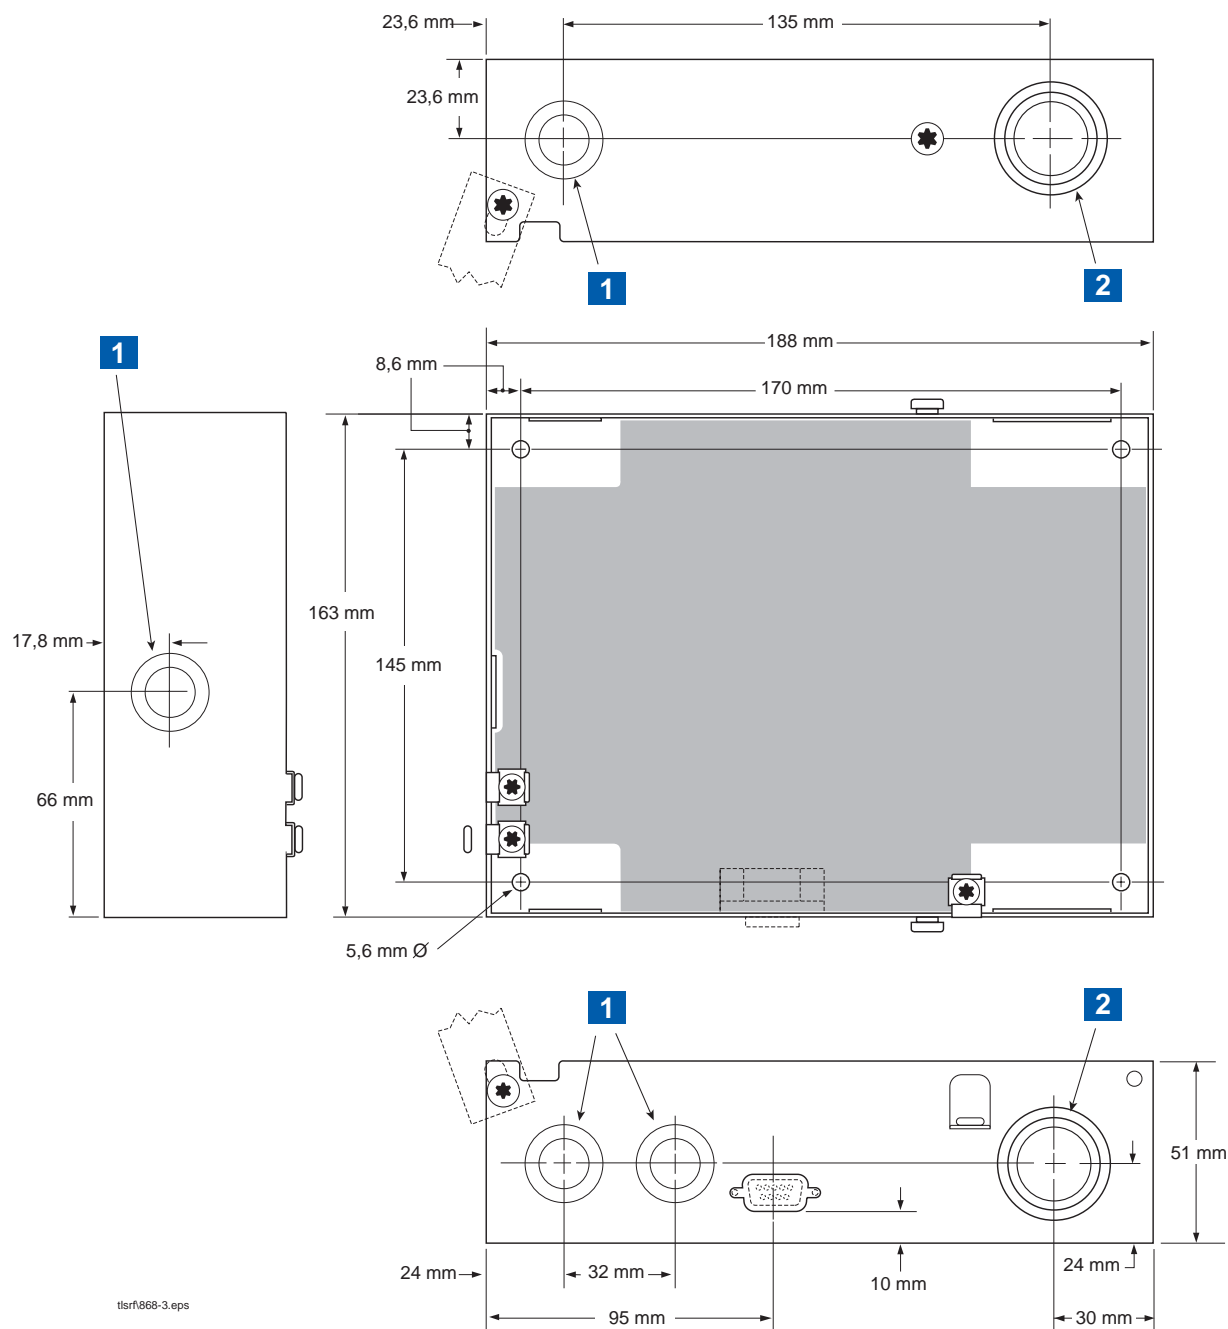

Figura 3. Dimensiones de la interfaz TLS RF y aberturas para conductos
Las dimensiones de la interfaz TLS RF se muestran en la Figura 3.
LEYENDA DE LOS RECUADROS NUMERADOS DE LA FIGURA 3
La Figura 5 muestra el modo recomendado de montar la unidad. Instale los elementos de sujeción de la unidad en la superficie de montaje empleando la pauta de orificios (170 x 145 mm) mostrada en la Figura 3. Pueden emplearse tornillos de hasta 4.7 mm de diámetro.
Instale el conducto metálico que va desde la abertura de alimentación superior de la unidad hasta el cuadro de distribución. La Figura 3 muestra las tres aberturas específicas (en la parte superior, en el lado izquierdo y en la parte inferior, respectivamente) a través de las cuales los cables de alimentación pueden introducirse en la unidad de forma segura.
<p>La unidad contiene voltajes que pueden resultar mortales.</p> <p>Conectar cables de alimentación a un circuito bajo tensión puede provocar una descarga eléctrica con resultado de lesiones graves o muerte.</p> <p>Desconecte la alimentación mediante el interruptor automático antes de conectar los cables a la interfaz TLS RF.</p> <p>Instale solamente el conducto que va desde el cuadro de distribución hasta las aberturas de los cables de alimentación de la unidad (una en la parte superior y otra en la parte inferior; véase la Figura 3).</p>
<ol style="list-style-type: none"> 1. Conecte el cable de puesta a tierra del chasis (de 2,5 mm²) al terminal de tierra. 2. Conductor de puesta a tierra de protección (verde y amarillo). Conecte el cable de tierra de la barrera, de 4 mm², al terminal de tierra. La tierra debe ser la misma que para la alimentación, con una resistencia inferior a 1,0 ohmios con respecto a la tierra. 3. Conecte los cables de alimentación de CA (de 2,5 mm²) a los terminales de ENTRADA de CA. 4. NOTAS SOBRE LOS CABLES DE ALIMENTACIÓN: <ul style="list-style-type: none"> - El cable de tierra de la barrera debe tener una sección de 4 mm² o superior. - Asegúrese de que la resistencia eléctrica entre el terminal de tierra de la unidad y una conexión de puesta a tierra adecuada es inferior a 1 ohmio. - Conecte los cables de alimentación del cuadro de distribución a un circuito específico separado. - Especificaciones de la alimentación eléctrica: 120 V CA o 240 V CA, 50/60 Hz, 2 A máx. - Véase la Figura 3 para conocer la ubicación real de las aberturas para los conductos de alimentación de la unidad. Los cables de alimentación solamente deben entrar por una de estas aberturas. 5. Lado intrínsecamente seguro 6. Lado de alimentación 7. Puerto de diagnóstico RS-232: <ul style="list-style-type: none"> - Velocidad de transmisión: 9.600 baudios - Longitud de datos: 8 bits - Paridad: Ninguna - Bits de parada: 1 	 <p style="text-align: center;">Figura 6. Conexión de la alimentación de CA a la interfaz TLS RF</p>
- Véase la **Figura 3** para conocer la ubicación real de las aberturas para los conductos de alimentación de la unidad. Los cables de alimentación solamente deben entrar por una de estas aberturas.